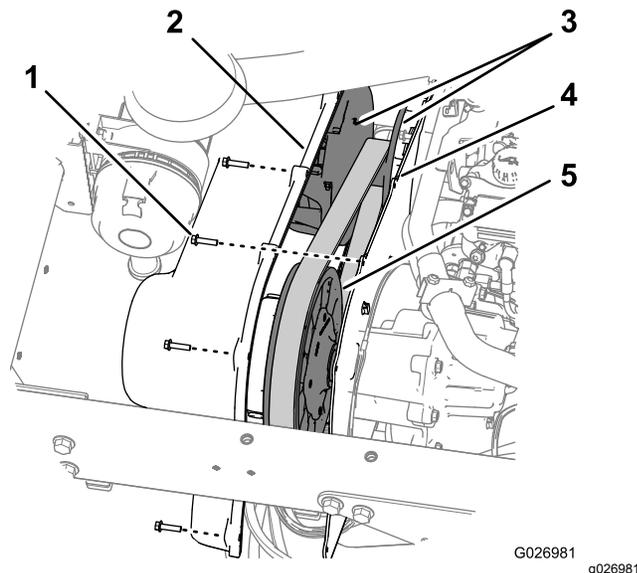

Рисунок 64
- Выверните 9 болтов с шестигранными головками с буртиком ( $\frac{1}{4}$  x 1 дюйм), которые крепят крышку коробки передач к монтажной пластине коробки передач (Рисунок 64).
5. Совместите отверстия в крышке коробки передач с отверстиями в монтажной пластине (Рисунок 64).
6. Прикрепите крышку к монтажной пластине (Рисунок 64) с помощью 9 болтов с шестигранными головками с буртиком (¼ x 1 дюйм), снятых при выполнении пункта 1, и затяните болты с моментом от 10,2 до 12,4 Н·м.